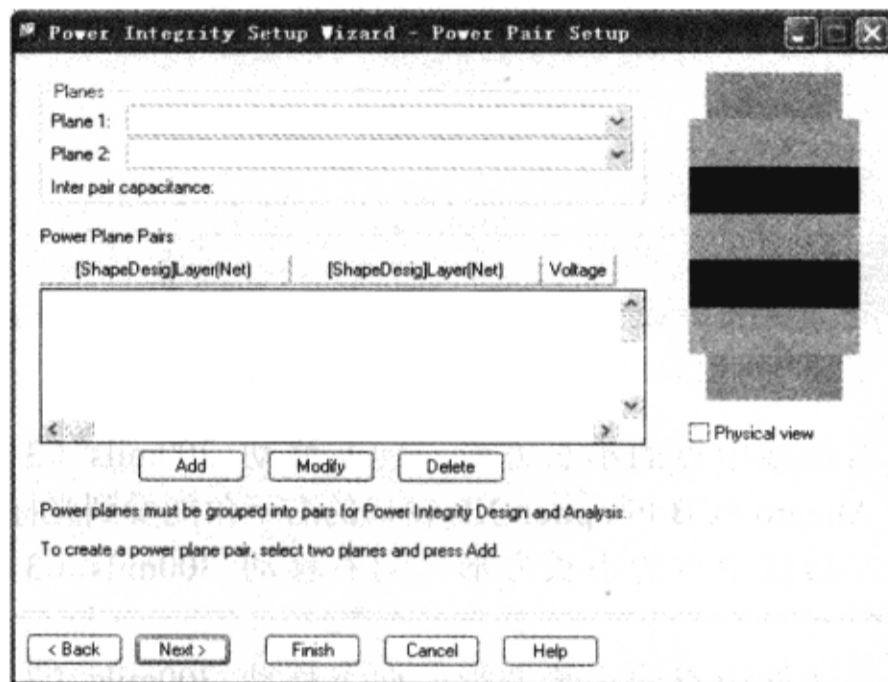

图 7-12-44 电源平面对设置窗口
(1) 在“Power Integrity Setup Wizard - DC Net-Plane Association”对话框中单击“Next”按钮，此时会显示“Power Integrity Setup Wizard - Power Pair Setup”对话框，如图 7-12-44 所示。